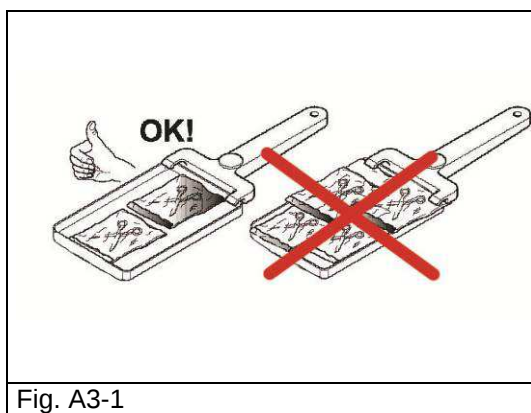

Fig. A3-1
- Lorsque l'on stérilise des instruments emballés, ne pas superposer les sachets sur les plateaux (Fig. A3-1).